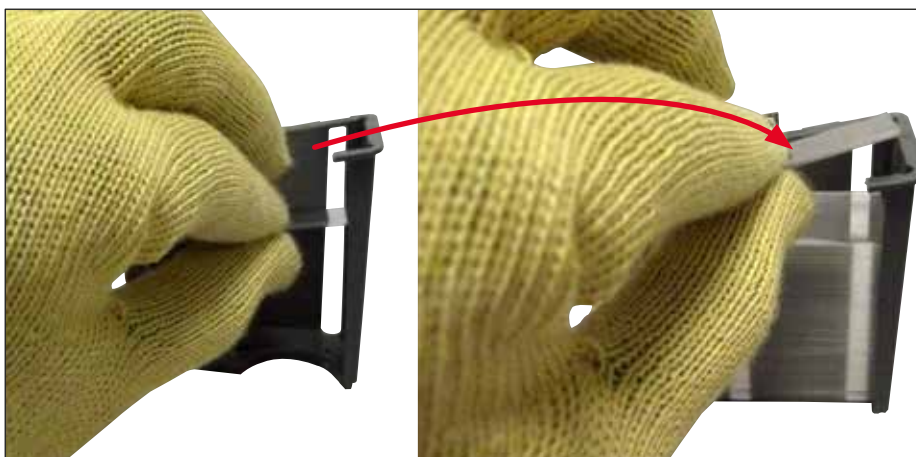

Fig. 64
- Certifique-se de que a lamínula seja inserida corretamente no cartucho (→ Fig. 64).